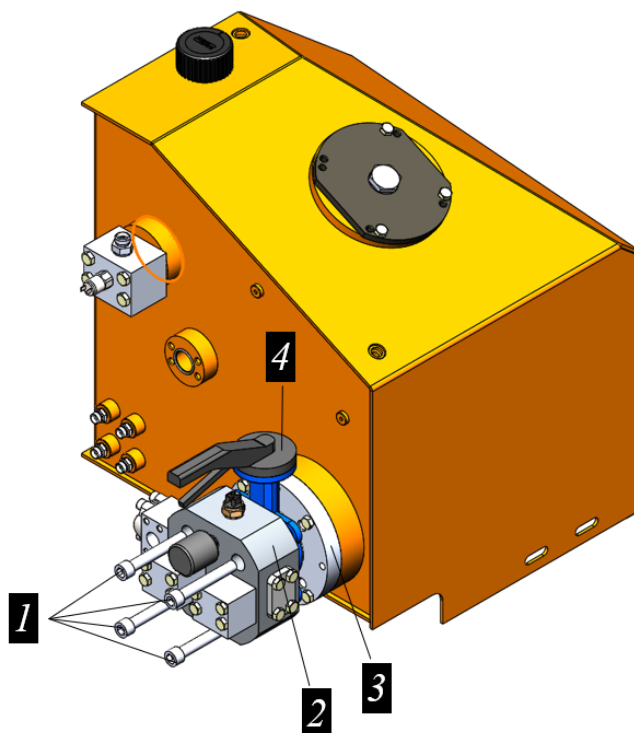

Рисунок 5.80. Процедура сборки затвора на баке
- ▶ Используя винты 1 закрепить затвор 4 (не затягивать) между фланцев 2 и 3, рис. 5.80.
В момент затягивания винтов 1 не закрывать затвор 4, так как это может привести к пережатию седлового уплотнения с последующим заклиниванием диска и потерей герметичности, рис. 5.80.
- ▶ Затяжку винтов 1 производить равномерно крест-накрест до соприкосновения поверхности фланцев 2 и 3 с корпусом затвора 4 по всей его окружности, рис. 5.80.